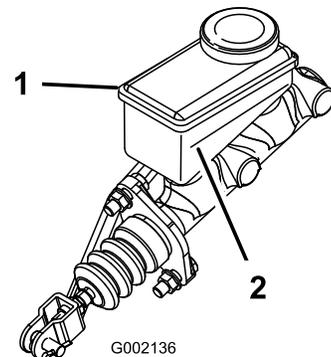

図 65
5. タンクの側面についているマークで、量を点検する 図 65。
- B. 最低ラインより上まで DOT 3 ブレーキ液を補給する 図 65。